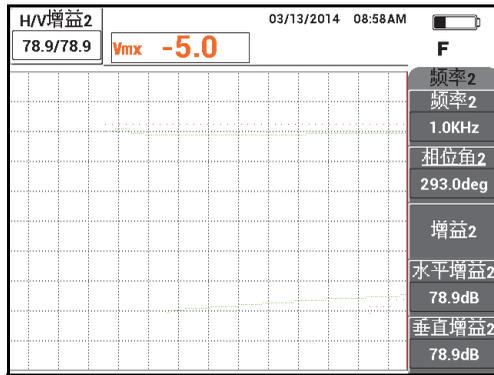

图 5-106 调节频率 2 的增益
- 再按三下增益键 (**dB**)，然后增加频率 2 增益，直到位置 2 上的频率 2 信号也处于屏幕高度的 20% 的位置 (参见第 189 页的图 5-106)。